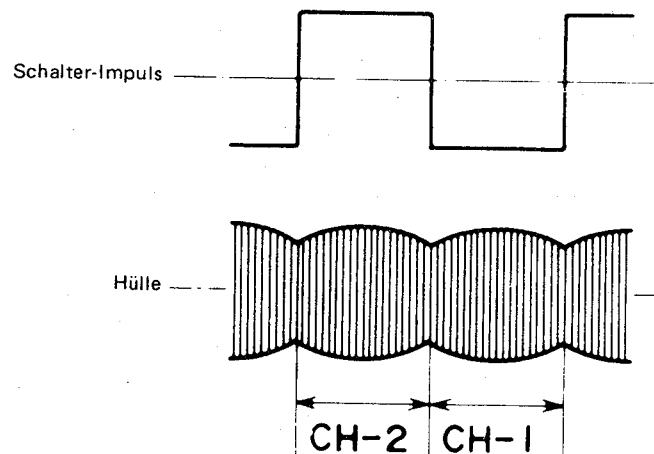

Abbildung 64.
• Feineinstellung (1)
2. Das Ausgabesignal mit Schalter-Impulsen auslösen und seine Hülle beobachten. Siehe Abb. 64.